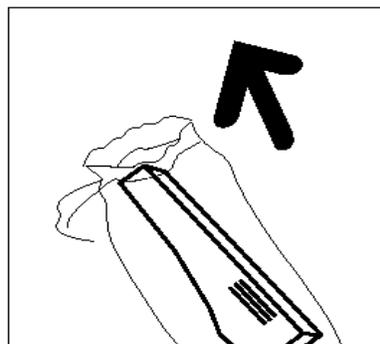

Figura 38: Retirar o novo cartucho da caixa e do saco plástico
- 8 Retire o novo cartucho da caixa e do saco plástico, conforme ilustrado na Figura 38.